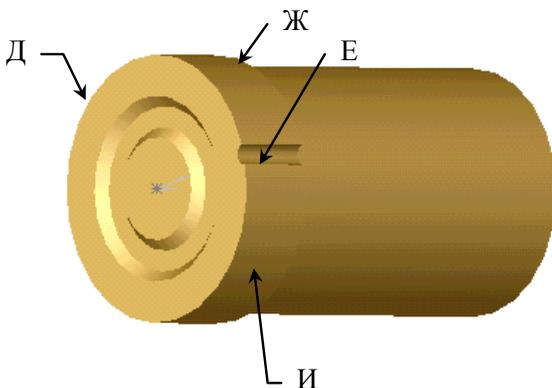

Рис. 3.6
### Создание выемки (рис. 3.6)
1. Выбрать плоскость Д (рис. 3.6) и кнопкой  развернуться выбранной плоскостью к экрану.
7. Нажав кнопку , панели «Элементы», выполнить отверстие с граничным условием – до поверхности. В качестве поверхности выбрать торец Ж (см. рис. 3.6).
2. В появившемся диалоговом окне выбрать вариант задания пространственной оси – «цилиндрическая/коническая поверхность» – и указать поверхность И (см. рис. 3.6).